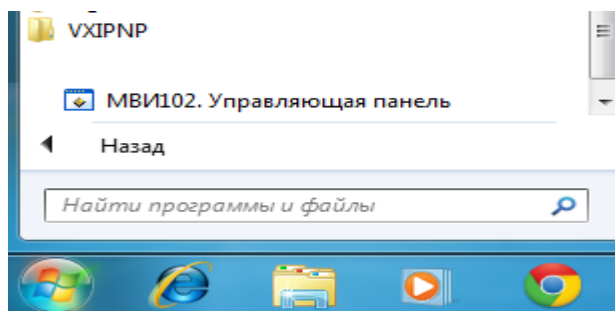

Рисунок 6
9.5.1.4 После завершения установки программного обеспечения в панели задач персонального компьютера в меню Пуск (Программы/VXIPNP) появится исполнительная программа «МВИ102.Управляющая панель» (рисунок 6).